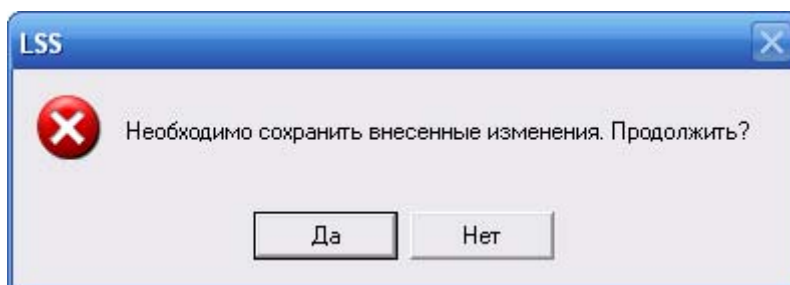

Рис. 4-27
1. Нажмите на кнопку **Добавить**. При появлении сообщения, представленного на рис. 4-27, нажмите на кнопку **Да** для сохранения внесенных изменений.